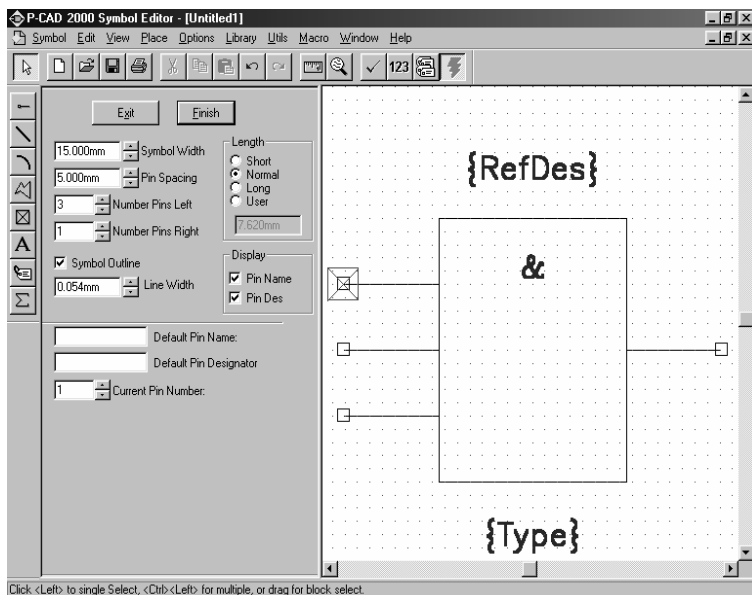

Рис. 10. Мастер создания символа компонентов
4. В диалоговом окне мастера (рис. 10) указать ширину символа
(**Symbol Width**), расстояние между смежными выводами (**Pin Spacing**) – длину выводов (**Length**), количество выводов на левой (правой) стороне символа (**Number Pin**) и ввести условное обозначение элемента И. Результат показан на рис. 10.